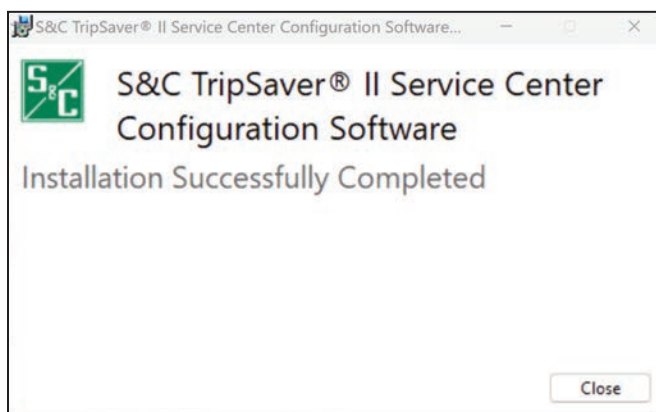

Figura 8. El cuadro de diálogo Instalación de SCC Completada con Exito.
PASO 6. Cuando el Software de Configuración del Centro de Servicio TripSaver II haya sido instalado con éxito, aparece el cuadro de diálogo Installation Successfully Completed (Instalación Exitosa). Ver la Figura 8. Haga clic en el botón **Close (Cerrar)** para salir del instalador.